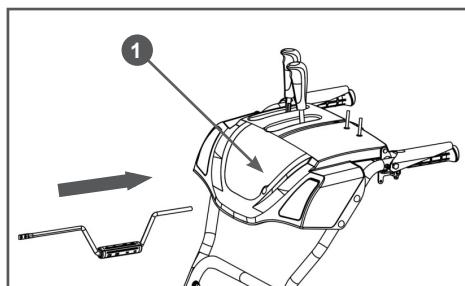

Рис. 12 Установка вала управления поворотом желоба
12. Установите вал управления поворотом желоба. Вставьте круглый конец вала 3 управления поворотом желоба в отверстие 1 на панели (Рис. 12).